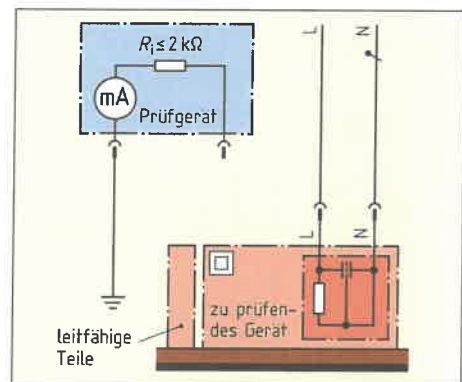

Bild 2: Messung des Berührungsstromes
- b) Ergänzen Sie die Messschaltung (Bild 2)
1. Ermitteln Sie für die Übertragungsstrecke in Bild 2 ($U_1 = 8 \text{ mV}$, $U_2 = 2 \text{ mV}$)